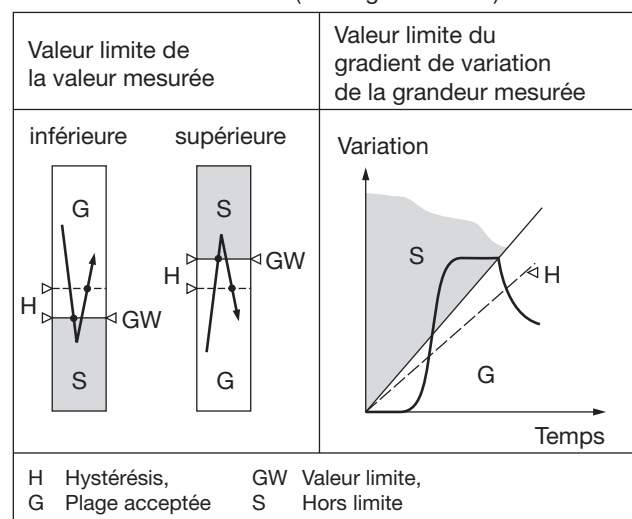

Fig. 3. Fonctions de commutation suivant type de détecteur de seuil.
– Val. limite inférieure de la grandeur mesurée (voir fig. 3, gauche)
– Val. limite supérieure de la grandeur mesurée (voir fig. 3, gauche)
(voir Fig. 3 à droite)